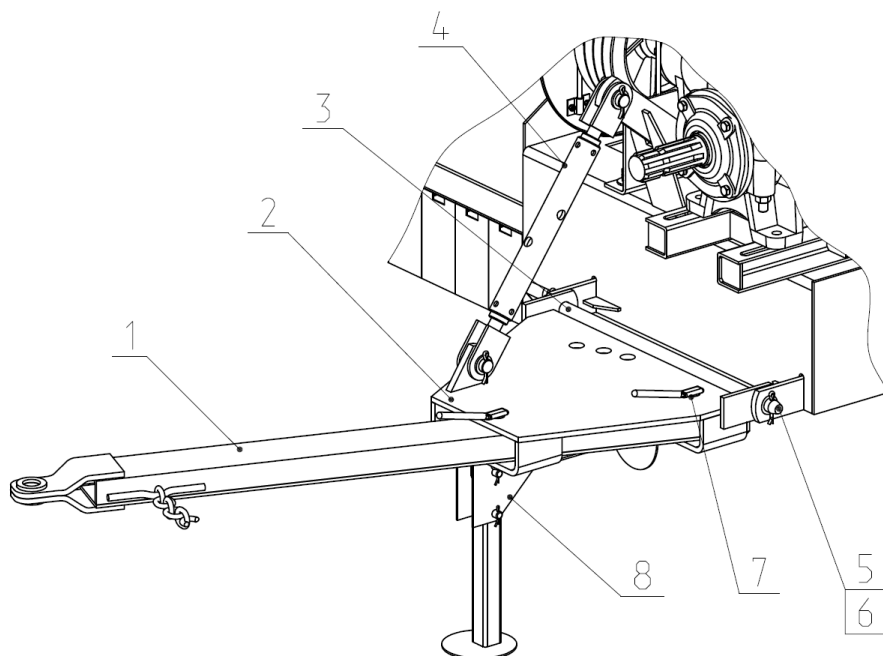

Рис.7 КИР 02.000 Сница (дышло вправо)
2.10 Сница косилки (рис.7). К левой части рамы косилки через оси 3 и регулируемую стяжку 4 (талреп) укреплена площадка сницы 2, в которой при помощи пальцев 7 установлено дышло 1.
Рис.7а. КИР 02.000 Сница (дышло влево).